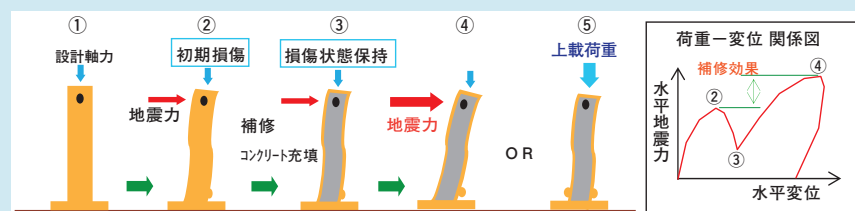

図3 鋼管杭の補修効果確認試験
地震動により損傷を受けた鋼管杭の補修効果確認試験を紹介いたします。試験手順を図3に示します。①中空の鋼管杭に設計軸力として想定した上載荷重を与え続けます。②水平地震力により鋼管杭を損傷させます。③損傷時の軸力および水平力を保持した状態で、鋼管杭内部にコンクリート充填補修を施し、硬化を待ちます。コンクリート硬化後の載荷試験において、④水平地震力の増加、もしくは⑤上載荷重増加による最大耐力を確認しました。結果として、初期の損傷状態と補修コンクリートの充填による補修効果の有効性が確認できました。当社では紹介